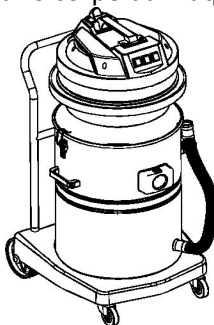

Figura 2
2. Coloque o cabeçote da máquina no corpo da máquina e certifique-se de que o centro do interruptor de energia no cabeçote da máquina esteja alinhado com o centro do conector quadrado. Em seguida, aperte as duas fivelas para fixar o corpo da máquina. (Figura 2).